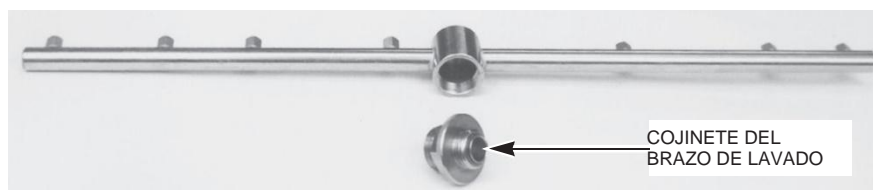

Fig. 22
12. Cojinetes del brazo de lavado (Fig. 22) dañados o muy desgastados, lo que impide la rotación libre del brazo de lavado. Para cambiar el conjunto del cojinete del brazo de lavado, desatornille el conjunto del cojinete del brazo de lavado/enjuague y reemplácelo con un nuevo conjunto de cojinete.